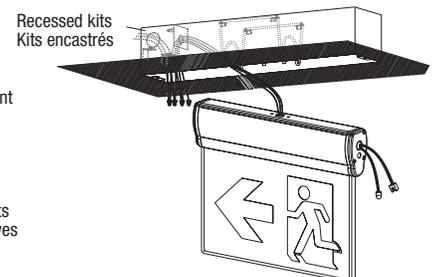
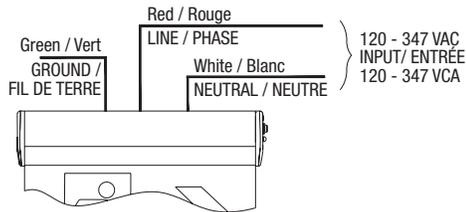
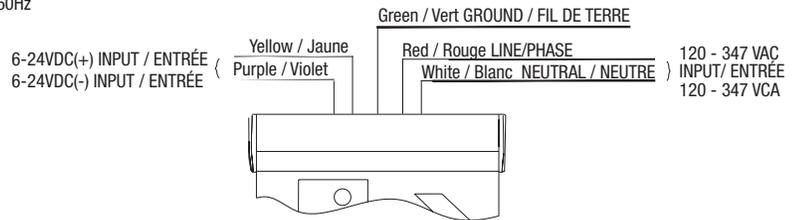

Fig. 8h
Fig. 9a
Fig. 9b
8. Feed AC wires from the fixture inside of the junction box, make proper electrical connections at junction box in the metal housing, refer to "ELECTRICAL CONNECTIONS" (Fig. 9a, Fig. 9b).
* For Self-powered variants: Connect battery connector before connecting AC power (Fig. 9a). Restore junction box cover after wire connections, insert one side first and snap in another side (Fig. 8h).
9. Insert the fixture into the metal box and snap by spring, connect test switch, assemble LED indicator on bushing at trim plate. Fix the trim plate on the metal box by 2 screws (Fig. 8h).
8. Acheminer les fils CA de l'unité à l'intérieur de la boîte de jonction, effectuer les connexions électriques appropriées au niveau de la boîte de jonction dans le boîtier métallique, voir "CONNEXIONS ÉLECTRIQUES" (Fig. 9a, Fig. 9b).
- * Pour les variantes auto-alimentées : Brancher le connecteur de la batterie avant de brancher l'alimentation en courant alternatif (Fig. 9a). Remettre en place le couvercle de la boîte de jonction après les connexions des fils, en insérant d'abord un côté, puis en enclenchant l'autre côté (Fig. 8h).
9. Insérer l'unité dans la boîte métallique et enclencher le ressort, connecter l'interrupteur de test, assembler le voyant DEL sur la douille de la plaque de finition. Fixer la plaque de finition sur le boîtier métallique à l'aide de 2 vis (Fig. 8h).